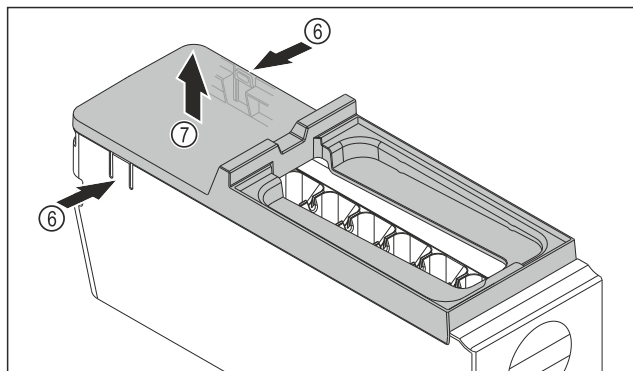

Fig. 213
- Изваждане на капака на корпуса на EasyTwist-Ice: Натиснете езичетата Fig. 213 (6) от двете страни на корпуса на EasyTwist-Ice с една ръка.
- С другата ръка извадете капака Fig. 213 (7) нагоре.